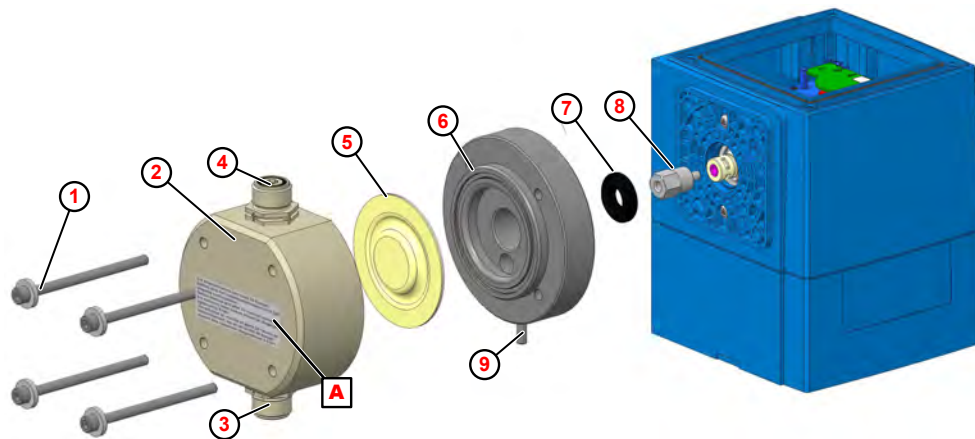

Fig. 24: Sostituzione di testa pompa, membrana e membrana protettiva
1. ➤ Svitare la valvola di aspirazione e di mandata ( Fig. 24 , ③ e ④ ).
2. ➤ Allentare e togliere le viti della pompa testa ① .
3. ➤ Togliere la testa pompa ② .
4. ➤ Svitare la membrana ⑤ .
5. ➤ Rimuovere la piastra intermedia ⑥
6. ➤ Togliere la membrana protettiva ⑦ .
8. ➤ Inserire la piastra intermedia in modo tale che l'elemento di uscita membrana sia rivolto ⑨ verso il basso.